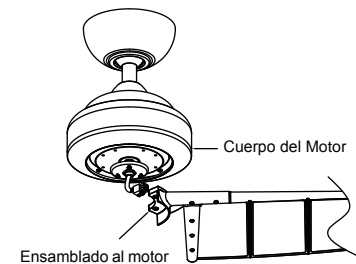

Fig. 16
Paso 2. Sujete un brazo del aspa ensamblado al motor ajustando los dos tornillos "preinstalados" del motor en el brazo del aspa. Repita los pasos con cada uno los brazos de las aspas ensamblados restantes. (Fig. 16)